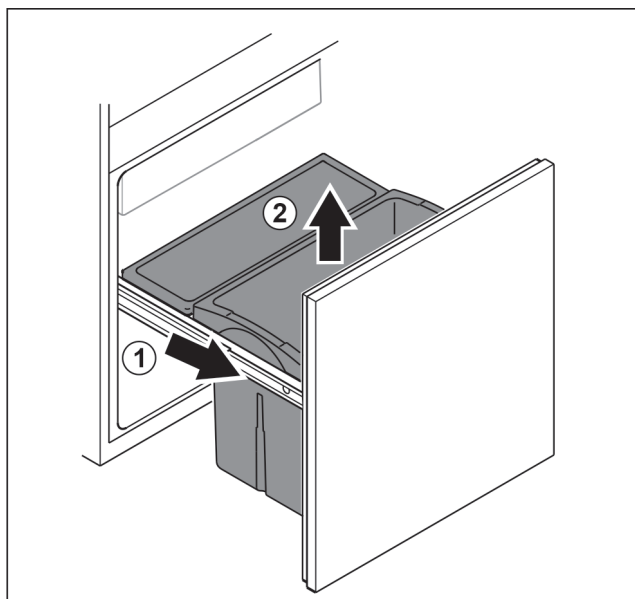

Fig. 105
- ▶ Wsunąć wózek wysuwany do oporu. Fig. 105 (1)
- ▶ Wyjąć szufladę do góry. Fig. 105 (2)